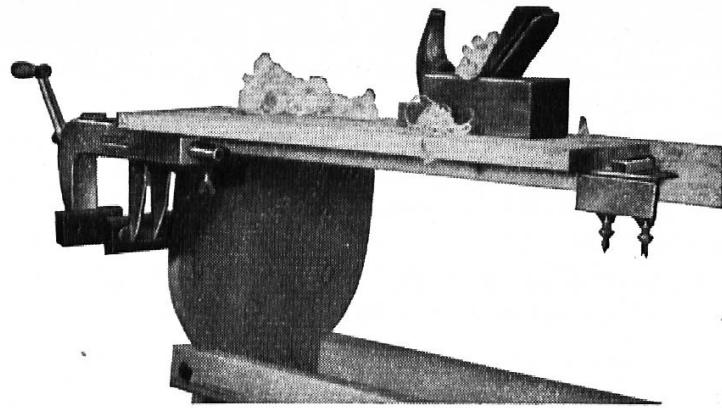

Figur 1
1. Schraubstockbacken nach unten gerichtet zum Hobeln von flachliegenden Brettern (Figur 1).